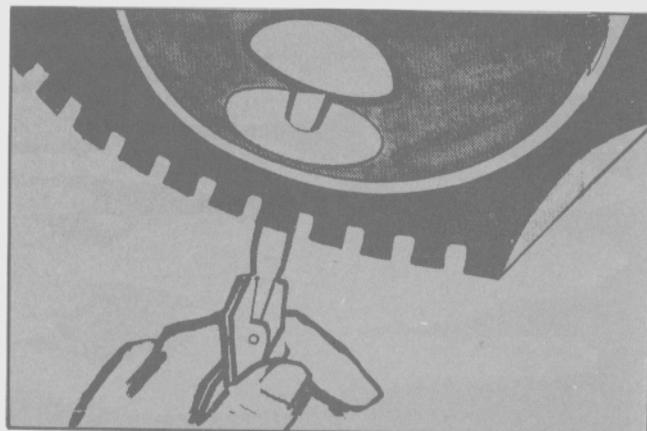

Fig. 28 Método alternativo. Parche combinado
- Como método alternativo, salvo en cubiertas radiales con cintura metálica la reparación antes mencionada también puede realizarse con el llamado "parche combinado" (Fig. 28).